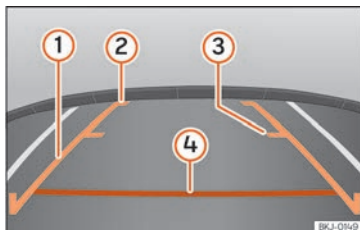

Abb. 169 Anzeige auf dem Bildschirm des Infotainment-Systems: Orientierungslinien.
• Die Beladung des Fahrzeugs verändert die Darstellung der Orientierungslinien »» Abb. 169. Die von ihnen dargestellte Breite verringert sich bei zunehmender Beladung. Achten Sie auf die Umgebung des Fahrzeugs, wenn der Innenraum oder der Gepäckraum beladen sind.
»» **Abb. 169**